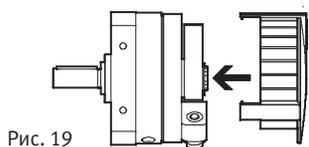

Рис. 19
9. Защелкните заднюю DSM (если имеется) на специальном кольце обратно в корпус (Рис. 19). Крышку можно установить при любых положениях держателей амортизаторов, если предварительно выломать элементы ребер жесткости по намеченным линиям излома. Следуйте инструкции по монтажу крышки.